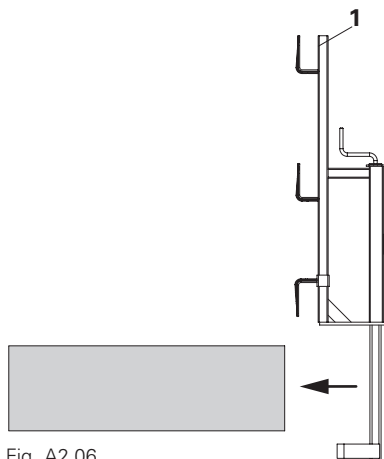

Fig. A2.06
2. Spingere il supporto parapetto a morsa-2 (1) sulla struttura. (Fig. A2.06)